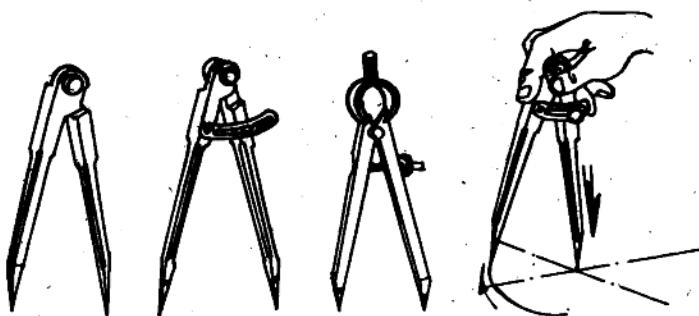

图 2-4 圆规及圆规划圆
(3) 圆规用来划圆和圆弧、等分线段、等分角度以及量取尺寸等。划圆时，作为旋转中心的一脚应加以较大的压力，另一脚则以较轻的压力在工件表面上划出圆或圆弧，这样可使中心不致滑动（见图 2-4）。